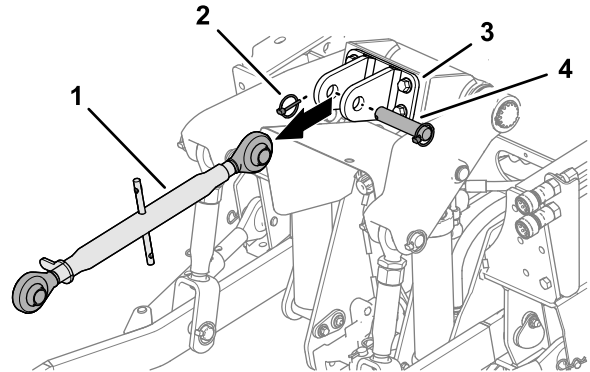

**Bild 24**
7. Legen Sie unter beide Räder des Mähers Unterlegkeile (Bild 24).